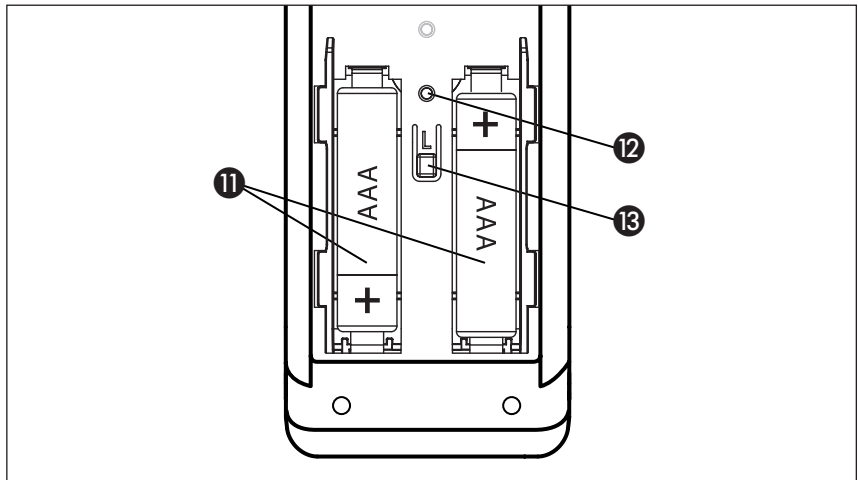

Abb. 8 Rückseite des WMS Handsender comfort
- Zum Austausch der Batterien (Typ AAA, IEC LR03, "Micro") öffnen Sie das Batteriefach (*Abb. 8 auf Seite 34*), legen Sie neue Batterien ein. Achten Sie hierbei auf richtige Polarität: Plus (+) und Minus (-) Pol der Batterien müssen mit den Markierungen im Batteriefach übereinstimmen.